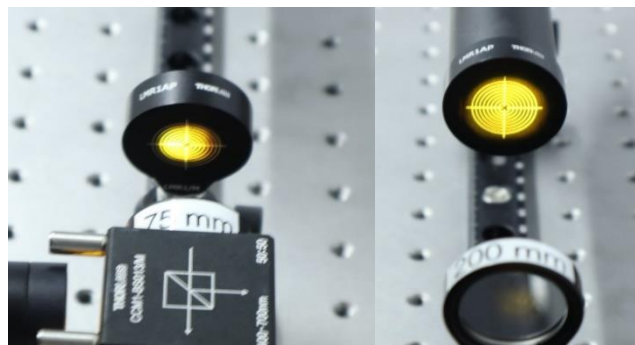

Abbildung 15: Höhenkalibrierung von der Linse (links) und der Kamera (rechts)
6. Passen Sie die Höhe der Linse und der Kamera mit Hilfe des runden, schwarzen Justiertools so an, dass Linse und Kamera möglichst mittig getroffen werden (s. Abb. 15).